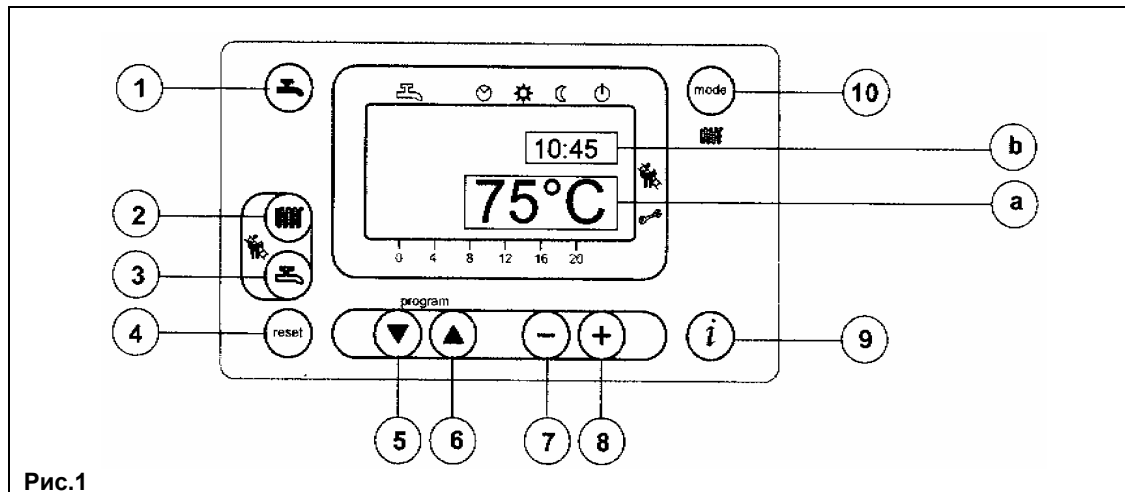
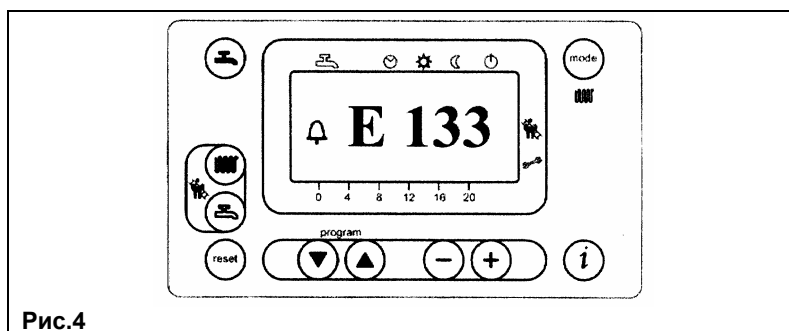

Рис.1
Рис.4
- Для установки значения температуры воды системы отопления нажмите кнопку  (поз. 2 Рис. 1);
- нажмите одну из кнопок   (поз. 1 или 10 Рис. 1) для запоминания значения и возврата в основное меню.
Прим. При подсоединенном датчике уличной температуры с помощью кнопки  (поз. 2 Рис. 1) можно осуществлять смещение по климатическим кривым. Для увеличения или уменьшения комнатной температуры в отапливаемом помещении действуйте кнопками  .
- Для установки максимального значения температуры воды системы ГВС нажмите кнопку  (поз. 3 Рис. 1);
На основном дисплее (Рис. 1 а) одновременно с кодом неисправности высвечивается символ  (Рис. 4).
На дополнительном дисплее (Рис. 1 б) индикация неисправности происходит при помощи попеременно сменяющихся друг друга кода неисправности и значения времени. В данном случае перезапуск котла возможен только после устранения причины неисправности.